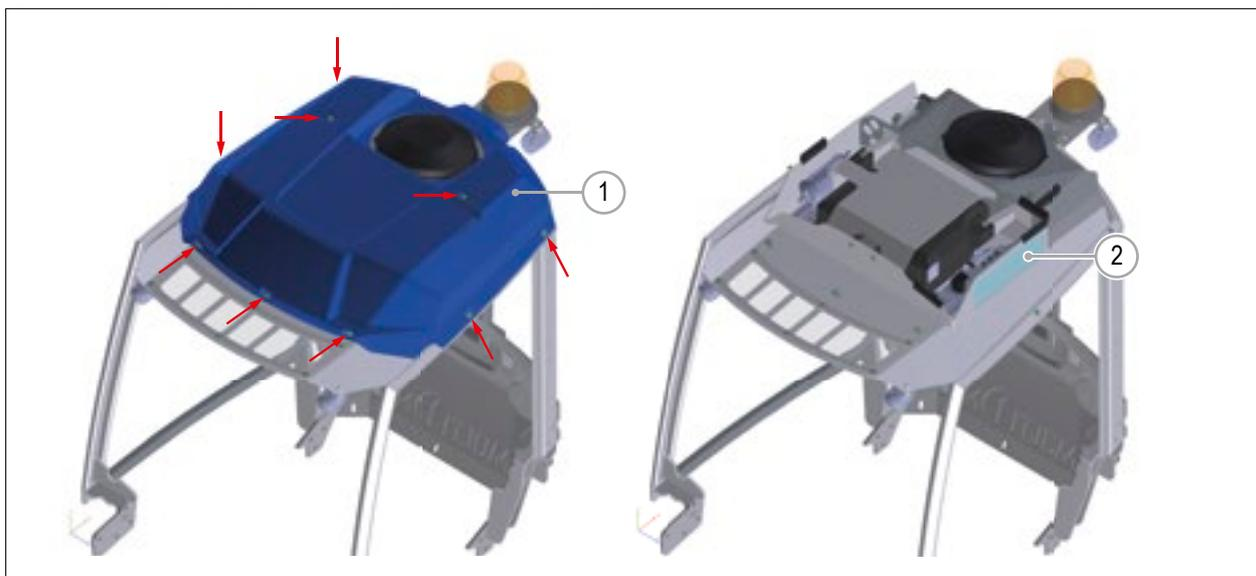

РИС. 54
- 2) Снимите верхнюю панель (РИС. 54 - Сс. 1), открутив винты которые крепят её к раме.
- 3) Снимите воздушный фильтр (РИС. 54 - Сс. 2), потянув его за верхнюю часть.